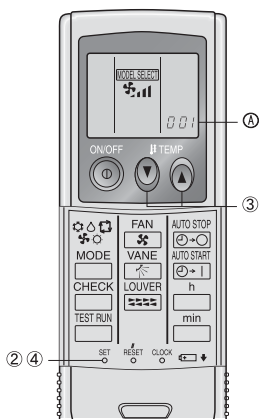

Fig. 6-7
1) Programmation (Fig. 6-7)
- ① Introduire les piles.
- ② Appuyer sur le bouton SET à l'aide d'un objet pointu. **MODEL SELECT** clignote et le numéro du modèle est allumé.
- ③ Appuyer sur le bouton temp. **0 0 1** pour programmer le numéro du modèle. Si l'opération est erronée, appuyer sur la touche ON/OFF **0** et recommencer à partir du point ②.
- ④ Appuyer sur le bouton SET à l'aide d'un objet pointu. **MODEL SELECT** et le numéro du modèle s'allument pendant trois secondes puis s'éteignent.